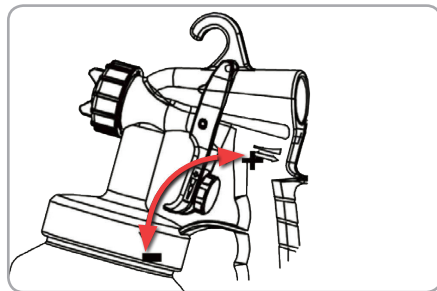

Fig.10
- pentru o cantitate mai mare, întoarceți spre dreapta (Fig 10)